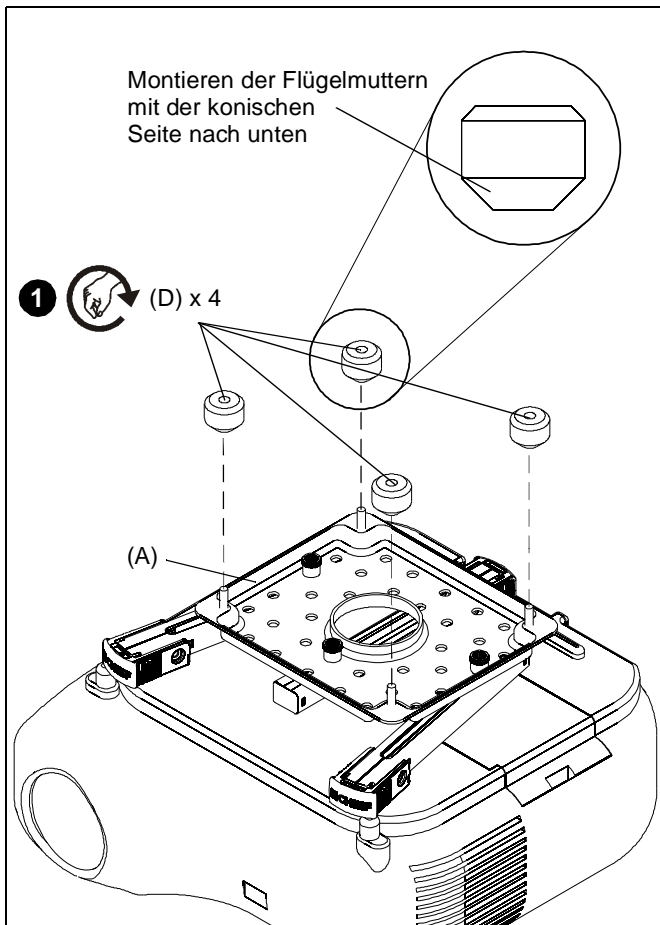

Abb. 8
1. Bei einer SLBU montieren Sie vier Flügelmutter (D) ein Stück weit auf die Schrauben der SLBU-Hauptplatte. Montieren Sie die Flügelmutter mit der konischen Seite nach unten. (See Figure 8)
**HINWEIS:** Falls Sie optionale Sicherheitsanschlussplatten (C) verwenden, um die SLBU-Anschlussplatte an die RPA- oder die nicht-verriegelnde RPM-Halterung anzuschließen, lesen Sie den Abschnitt "Montage der Sicherheitsanschlussplatten", bevor Sie die Flügelmutter anbringen.